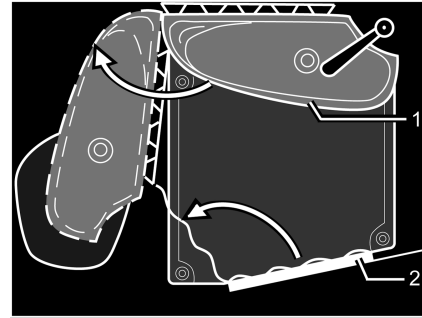

Fig. 231 Inodoro Vario
- Girar el lavabo con la pared dorsal (Fig. 231,1) en dirección de la flecha.
- Entrar en el cuarto de aseo, cerrar la puerta de entrada (Fig. 231,2) desde dentro y bloquearla.